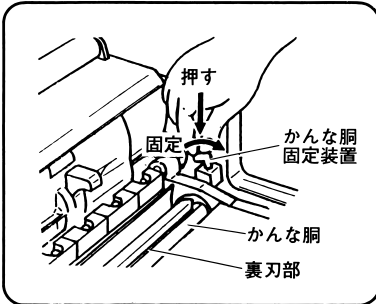

図 38
- (2) かんな胴固定装置のレバーを指先で押し右（図中固定側）にまわしてかんな胴を固定します。（図 38）
(6) かなな胴固定装置のレバーを左にまわし固定を解除し手押部のかんな胴回転つまみ(図 38 参照)をまわしかんな刃取付け用ボルトが上になる位置で再度固定します。